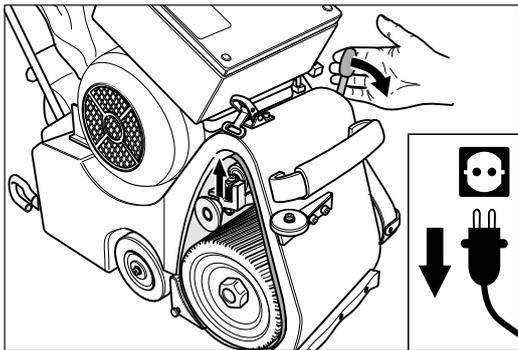

Abb. 15 Den Bedienungshebel des Aggregats nach unten drücken. Das Schleifband wird gespannt. Abbildung ähnlich.
- 11 Um das Schleifband zu spannen, drücken Sie den Bedienungshebel des Aggregats nach unten (Abb. 15).
- Vor dem Einschalten der Maschine immer das Schleifband spannen (Abb. 15)!
- **Vor dem Einschalten der Maschine immer das Schleifband spannen (Abb. 15)!**